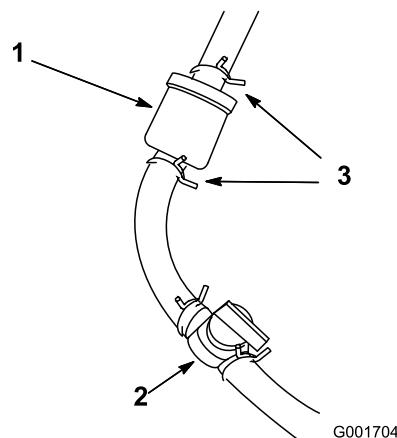

Figura 50
1. Cierre la válvula de cierre del combustible (Figura 50).
retire el tubo de combustible del filtro (Figura 50).